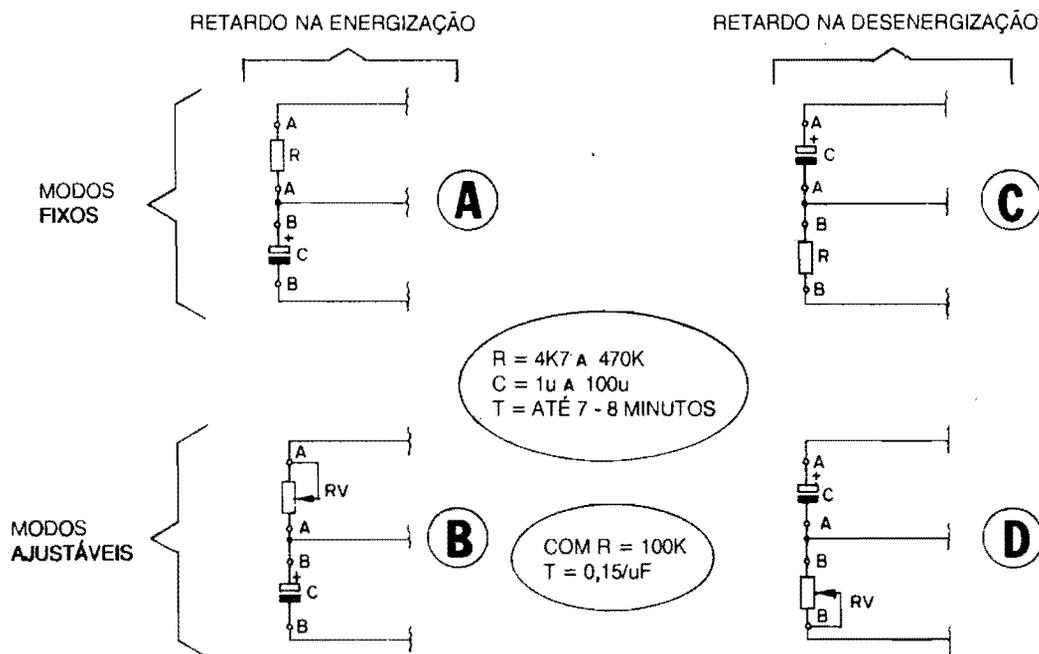

Fig.2
- FIG. 2 - OS ARRANJOS RC BÁSICOS, DETERMINADORES DA TEMPORIZAÇÃO E DA EVENTUAL "REVERSIBILIDADE"... - Conforme foi dito, o "preenchimento" dos "espaços" A-A e B-B do circuito, por um resistor (fixo ou ajustável) e um capacitor (tipicamente um eletrolítico, embora nada impeça o uso de capacitor não polarizado...) realiza a dupla função de determinar o Tempo (período do temporizador) e também o "sentido" da temporização (desligado
- FIG. 5 - DETALHANDO ("CHAMPEADO") AS POSSIBILIDADES E COMBINAÇÕES DE RESISTOR/CAPACITOR PARA A DESEJADA TEMPORIZAÇÃO E COMPORTAMENTO... - O Leitor atento perceberá, na FIG. 5, a mera estilização, ou vista real do que foi diagramado na FIG. 2... Os próprios itens A-B-C-D relêem-se exatamente às condições e comportamentos indicados, em esquema, naquela figura... Notem cada possível posição para o resistor fixo (RA ou RB), trim-pot (RVA ou RVB) e capacitor (CA ou CB)... Observar, ainda, que qualquer